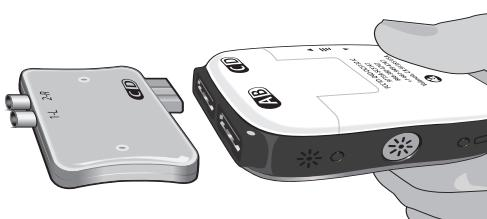

Rysunek 7: Kable stosowane w sali operacyjnej 1x8 i przedłużacz
1. Podłączyć przedłużacz do kabla stosowanego w sali operacyjnej (Rysunek 7).